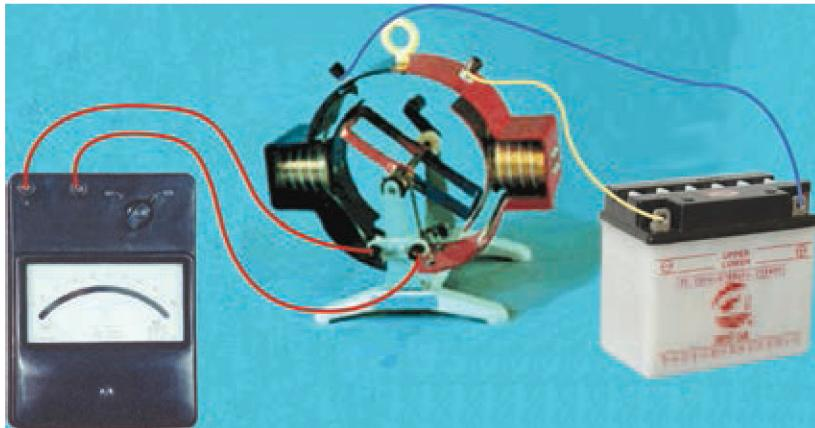

图 2-1-2 电机原理说明器
- 将上述电路中的小灯泡换成零刻度居中的电流表，启用如图 2-1-2 所示的电机原理说明器。缓慢、匀速转动手柄，可以看到电流表的指针如何摆动？这又说明了什么？